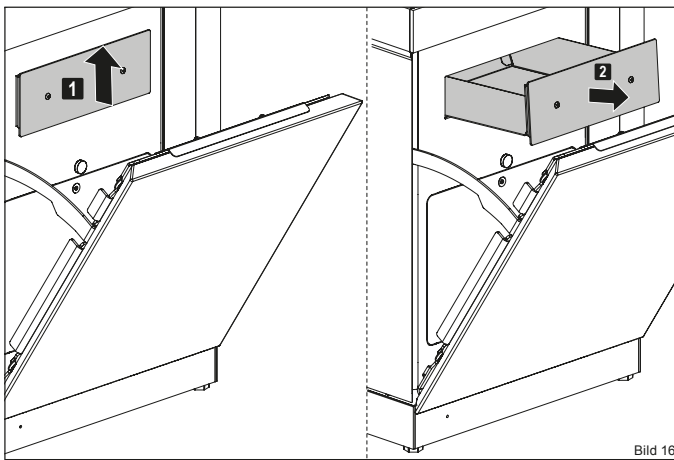

Bild 16
- ▶ Ziehen Sie den Aschebehälter an der Abdeckung aus der Öffnung heraus (Bild 16).
- Ziehen Sie den Aschebehälter an der Abdeckung aus der der Öffnung heraus (Bild 16).
- Schieben Sie den Aschebehälter wieder in die Öffnung (Bild 16).